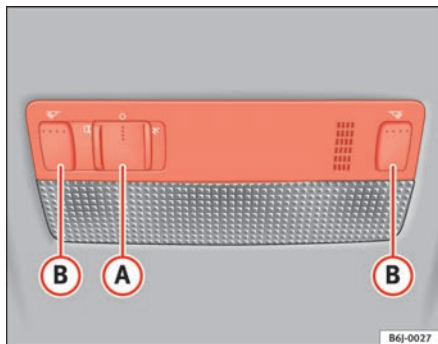

Abb. 57 Leseleuchte vorne
Drücken Sie die entsprechende Taste (B) ⇒ Abb. 57, um die Leseleuchte einzuschalten.